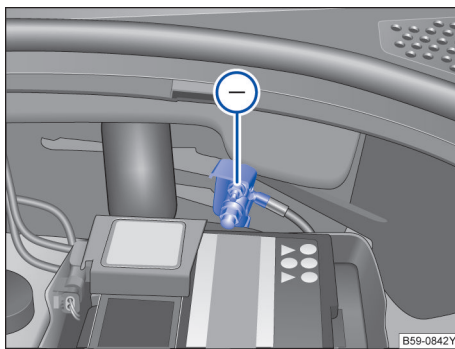

图 217 用于充电器负极连接的接地点
- 将红色电缆的一端连接到无电蓄电池 (A) 的正极 (+) 上。 ▶
- 将黑色电缆的另一端 **(X)** 连接到无电蓄电池汽车发动机缸体上的螺栓连接金属部件上或发动机舱内的连接点上→图 217，连接点必须尽可能远离无电蓄电池 **(A)**。
在利用外接电源对车辆蓄电池充电时，请勿将充电器的负极接在蓄电池的负极上，必须连接到发动机壳体上或发动机机舱内的接地点处→图 217。